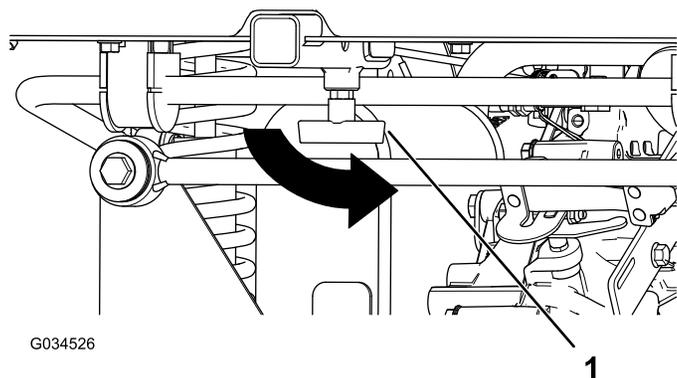

Figura 20
4. Serrate la maniglia a T ruotandola in senso antiorario (**Figura 20**).